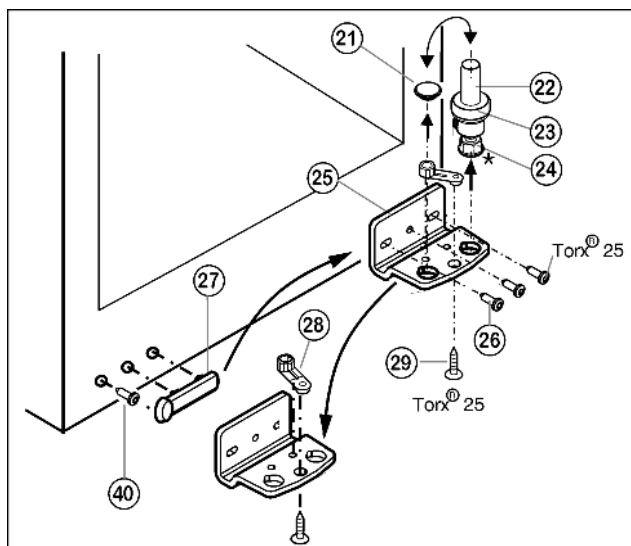

Fig. 5
- Ložiskový čep Fig. 5 (22) včetně podložky Fig. 5 (23) a seřizovací nožky* Fig. 5 (24) vytáhněte nahoru.
- Zátku Fig. 5 (21) odstraňte.
- Stojan ložiska Fig. 5 (25) odšroubujte Fig. 5 (26).
- Ložiskový díl Fig. 5 (28) odšroubujte Fig. 5 (29) a přemístěte jej do protilehlého upínacího otvoru stojanu ložiska, pak ho znovu pevně přišroubujte.
- Krytku na straně madla Fig. 5 (27) opatrně vytáhněte, šroub () vyšroubujte a obojí přemístěte na druhou stranu.
- Stojan ložiska Fig. 5 (25) na nové straně závěsu zase přišroubujte příp. pomocí akumulátorového šroubováku (**momentem 4 Nm**).
- Zátku Fig. 5 (21) zase vložte do druhé díry.
- Ložiskový čep Fig. 5 (22) včetně podložky a seřizovací nožky* zase nasadte. Přitom dávejte pozor, aby zajišťovací vačka směřovala dozadu.
- Dveře nasadte shora na spodní ložiskový čep Fig. 5 (22).
- Dveře případně pomocí obou podélných děr ve spodním stojanu ložiska Fig. 5 (25) vyrovnejte tak, aby lícovaly se skříní přístroje. Vyšroubujte prostřední šroub.